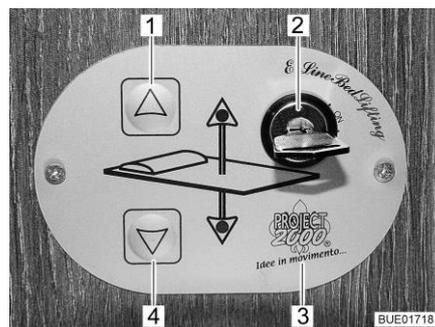
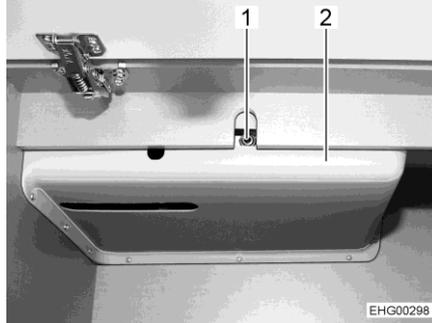

Bild 148 Bedienteil
Bild 152 Zugang zum Antrieb
- Bedienteil** Mit den Tasten (Bild 148,1 und 4) auf dem Bedienteil (Bild 148,3) wird das Hubbett abgesenkt oder angehoben. Mit dem Schlüsselschalter (Bild 148,2) wird das Bedienteil gegen unbefugte Benutzung gesichert.
- Schlüssel im Schlüsselschalter (Bild 148,2) um 90° im Uhrzeigersinn drehen. Das Bedienteil (Bild 148,3) ist aktiviert.
- Pfeiltaste (Bild 148,4) drücken und so lange gedrückt halten, bis das Hubbett in die gewünschte Position nach unten gefahren ist.
- Pfeiltaste (Bild 148,1) drücken und so lange gedrückt halten, bis das Hubbett in die Endstellung nach oben gefahren ist.
Notbetrieb Wenn sich das Hubbett mit den Pfeiltasten (Bild 148,1 und 4) nicht mehr bewegen lässt, zuerst die Sicherung hinter der Verkleidung (Bild 152,2) prüfen (siehe Abschnitt 9.12.1). Wenn die Sicherung in Ordnung ist und sich das Hubbett trotzdem nicht bewegen lässt, das Hubbett manuell bedienen.
- Beiliegende Kurbel oder Innensechskantschlüssel in die Aufnahme am Motor (Bild 152,1) stecken.